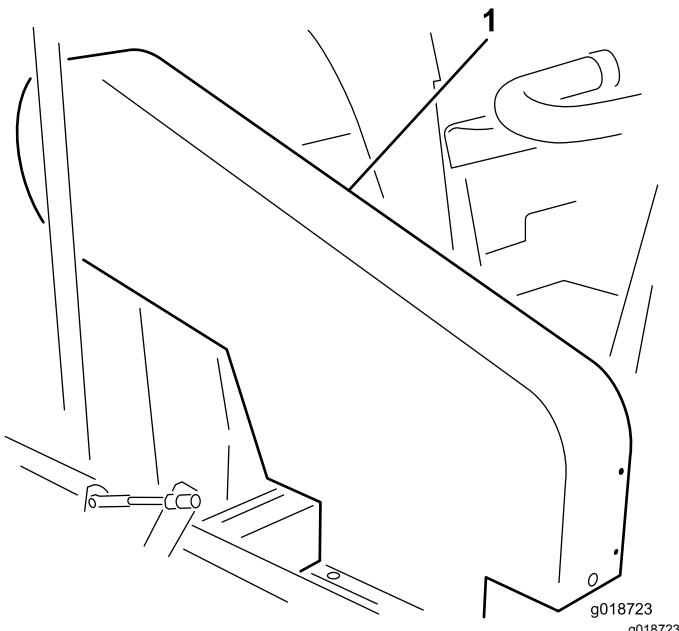

Bild 19
Hinweis: Zum Prüfen der Riemenspannung müssen Sie nicht die obere Riemenschutzvorrichtung abnehmen (Bild 19). Wenn Sie die Riemenschutzvorrichtung entfernen, nehmen Sie die vier Schrauben, Scheiben und Muttern ab, mit denen die Schutzvorrichtung am Rahmen befestigt ist. Setzen Sie die Maschine nicht mit abgenommenen Schutzvorrichtungen ein.
Prüfen Sie die Spannung. Bringen Sie hierfür eine Kraft von 18-22 N auf den Riemen in der Mitte des Gebläserads und der Riemenscheiben der Kupplung auf. Der Riemen sollte sich 1,3 cm durchbiegen. Wenn der Durchbiegungswert falsch ist, siehe Einstellen des Treibriemens des Gebläserads \(Seite 27\). Wenn der Durchbiegungswert richtig ist, setzen Sie den normalen Einsatz fort (Bild 19).
Prüfen Sie die Spannung. Bringen Sie hierfür eine Kraft von 18-22 N auf den Riemen in der Mitte der Zwischenwelle und der Riemenscheiben der Kupplung auf. Der Riemen sollte sich 6 mm durchbiegen. Wenn der Durchbiegungswert falsch ist, siehe Einsteller des Zwischenwellenriemens \(Seite 27\). Wenn der Durchbiegungswert richtig ist, setzen Sie den normalen Einsatz fort (Bild 19).
1. Entfernen Sie die vier Schrauben, Scheiben und Muttern, mit denen die obere Haube am Rahmen befestigt ist (Bild 19).